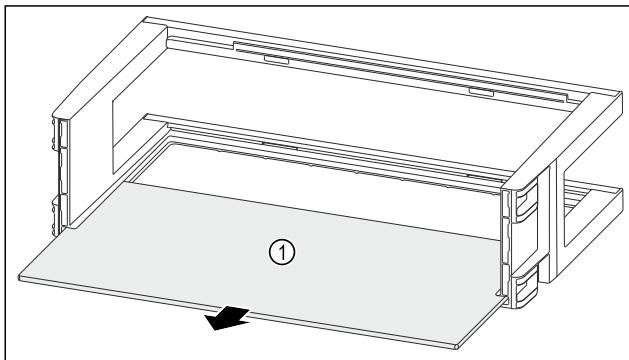

Fig. 91
- Odoberte odkladaciu plochu Fig. 91 (1).